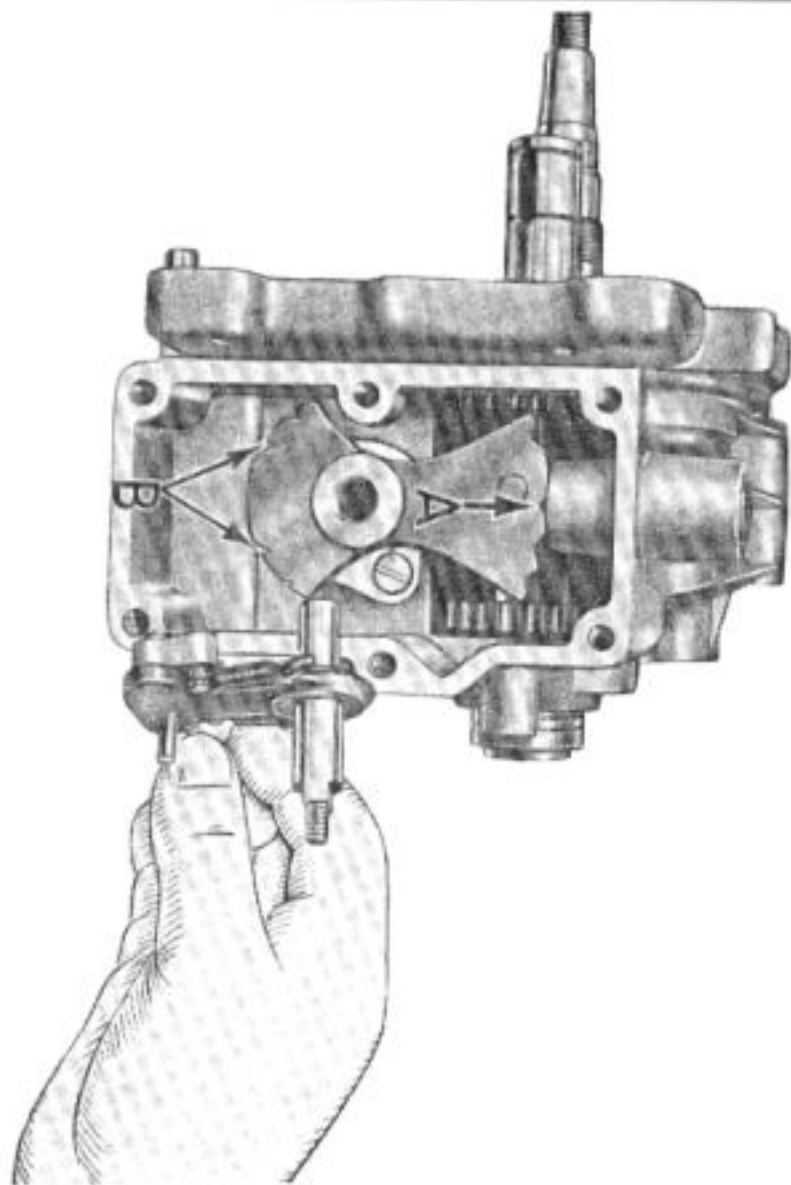

Fig. 20 - Come viene montato il settore del cambio
6) montare la sfera innestandola nella tacca per II velocità del settore, vedere A di fig. 20; infilare poi il distanziatore, la molletta e avvitare il tappo di tenuta. Dopo di questo, montare il gruppo dei saltarelli introducendoli nelle apposite cave del settore (vedere B di fig. 20).